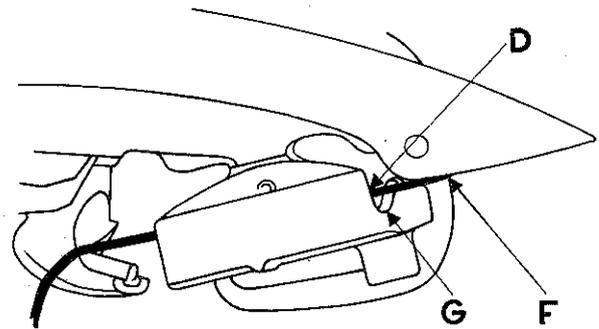
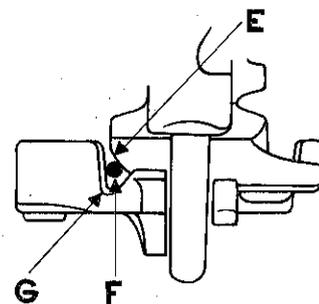
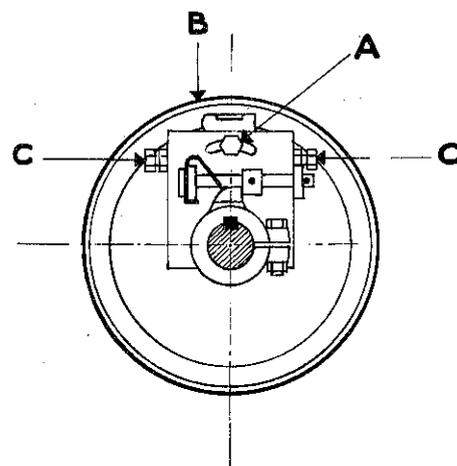

Figure 25
Figure 26
Figure 27
### Façon d'opérer (figures 25 - 26 - 27)
- a - Appuyez sur le système de déclenchement des noueurs, tournez le volant dans son sens de marche jusqu'à ce que l'aiguille soit avancée suffisamment pour amener son brin de ficelle à mi-profondeur de l'encoche (D, fig. 25) de la plaque du disque noueur.
La tolérance acceptée se situe entre cette mi-profondeur et la proximité du fond de l'encoche (G, fig. 25 et 26) sans toutefois le toucher.
- b - A ce moment, arrêtez de tourner le volant. Débloquez légèrement la vis à 6 pans (A, fig. 27) de fi-
xation au plateau noueur (B, fig. 27) et agissez sur les boulons de réglage (C, fig. 27) de façon à ce que la rampe (E, fig. 26) de prise de ficelle du disque de noueur vienne en contact avec ce brin de ficelle (F, fig. 25 et 26).
- c - Serrez légèrement les contre-écrous des boulons (C) et la vis 6 pans (A, fig. 27).
e - Si le résultat est obtenu, bloquez alors les contre-écrous des boulons (C) et la vis 6 pans (A, fig. 27).